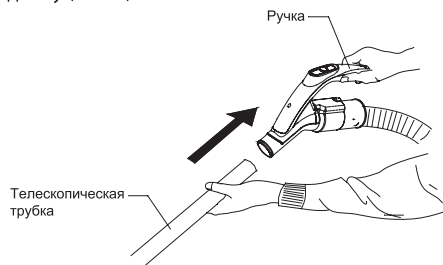

Рис. 2
Присоедините телескопическую трубку (11) к ручке гибкого шланга (10). Для удлинения трубки нажмите кнопку фиксации (14) и выдвиньте внутреннюю трубку на необходимую длину (Рис. 2).